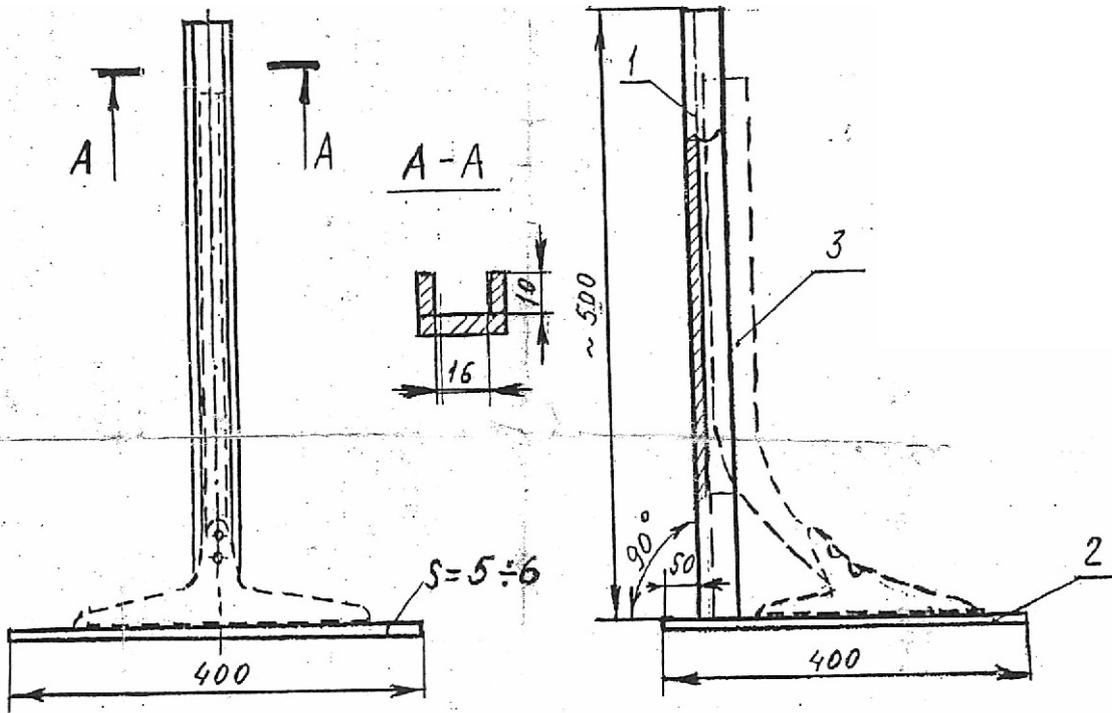

Рис.3 Приспособление для тарировки культиваторных лап со стойкой
3. Для этого в первую очередь собранные культиваторные лапы со стойками должны быть одинаковых размеров и пропущены через тарировочное приспособление (Рис. 3).